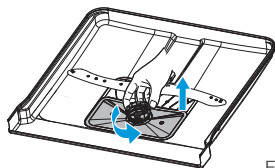

Fig. 1
2. Gire o filtro de detritos no sentido anti-horário para retirar o conjunto de filtragem da sua lava-louças. (Fig. 1).